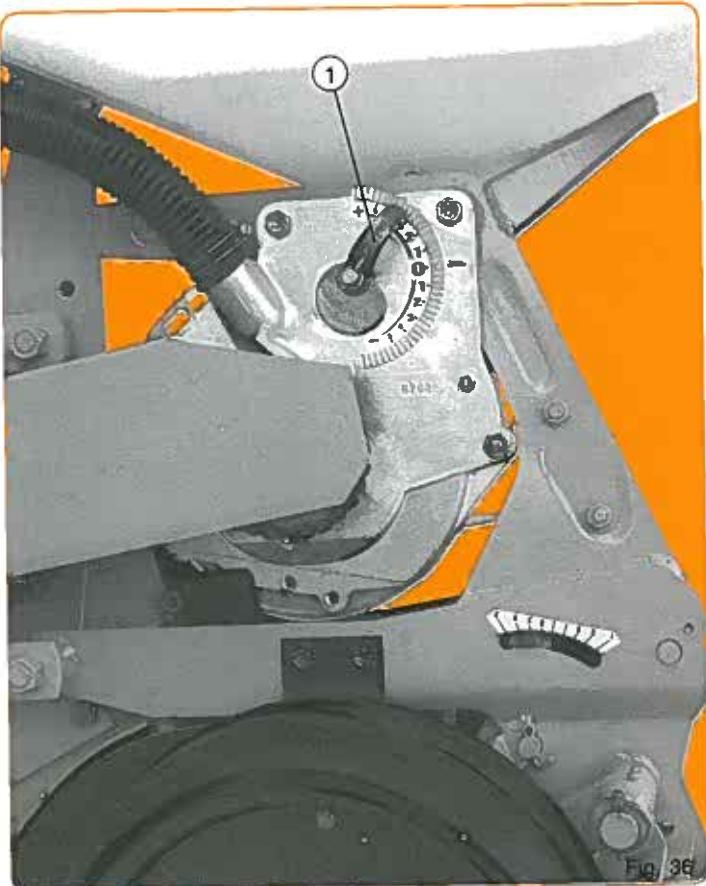

Fig. 36
L'index ① remonte vers le + (fig. 36) éloigne la plaque des trous du disque, augmente l'aspiration (en limitant la prise d'air ②) ce qui provoque une tendance aux doubles.
When the indicator ① is positioned to the + (fig. 36) it raises the scraper over the holes of the disc, increasing the degree of suction (closing the size of the hole ②). This may cause doubles.